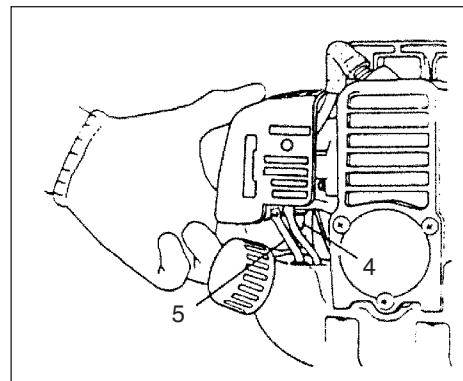

Fig. 2-2C
- * Trykk på sugepumpeboblen (4) flere ganger slik at brennstoff flyter gjennom boblen eller returrøret. (Hvis utstyrt slik) (fig. 2-2C)